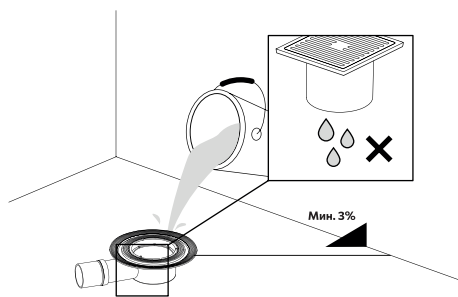

Рис. 3 / Сур-3
2. Подсоедините слив трапа к трубопроводу. В случае необходимости, используйте переходник для надежного соединения выпуска сифона с системой канализации. Проверьте водонепроницаемость соединения. Угол уклона канализационного трубопровода должен быть не менее 3% (3 см на 1 м трубы) (рис. 3).